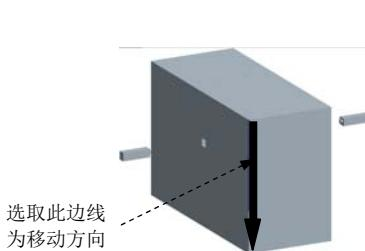
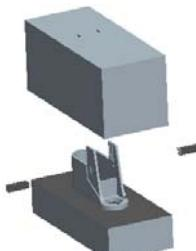

图 19.42 选取移动方向
图 19.43 移动后的状态
Step2. 选取如图 19.42 所示的边线为移动方向，输入要移动的距离值-20，结果如图 19.43 所示。